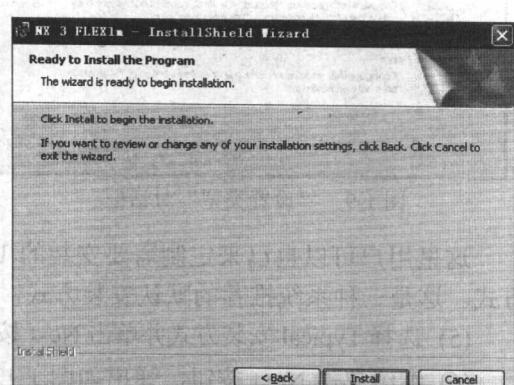

图 1-6 “安装开始”对话框
(5) 接着单击 Next 按钮，得到如图 1-6 所示的“安装开始”对话框。